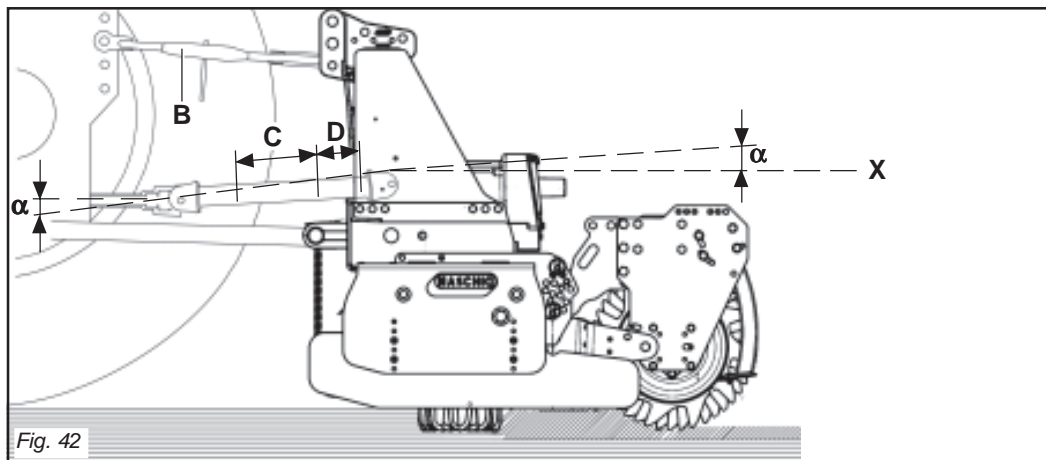
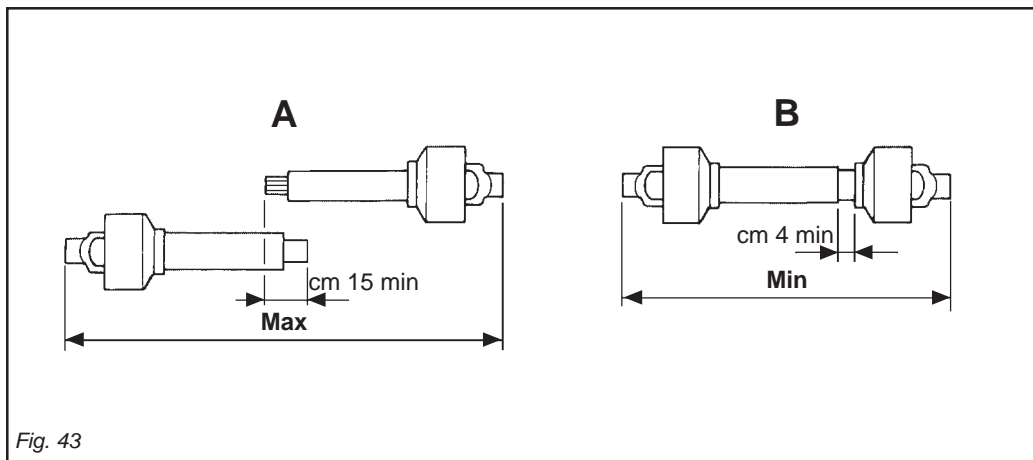

Fig. 42
Fig. 43
Per fare ciò aumentare o diminuire la lunghezza della barra superiore dell'attacco (B Fig. 42) in modo da portare l'asse (X Fig. 42) della ghiera scanalata della scatola parallela al suolo.
- I due angoli (α Fig. 42) formati dalle
- Les deux angles (α Fig. 42) formés par
Um dies zu erhalten, die Länge der oberen Kupplungsstange (B Abb. 42) erhöhen oder verringern, bis die Achse (X Abb. 42) der Keilmutter des Gehäuses parallel zum Boden steht.
- Die beiden Winkel (α Abb. 42), die aus den Achsen der Gabeln und der Ach-
- La copertura (C Fig. 42) dei tubi scorrevoli deve essere di 15 cm minimo (Fig. 43).
- I due tubi dell'albero di trasmissione a cardano non si devono ricoprire completamente, una corsa di sicurezza (D Fig. 42) di 4 cm minimo deve sussistere.
- Gli angoli (α Fig. 42) dei cardani non devono essere superiori a 40° (Fig. 11).
- Die Überdeckung (C Abb. 42) der Gleitrohre muss mindestens 15 cm ausmachen (Abb. 43).
- Die beiden Rohre der Gelenkwelle dürfen sich nicht ganz überdecken. Es muss noch einen Sicherheitshub (D Abb. 42) von mindestens 4 cm geben.
- Die Winkel (α Abb. 42) der Gelenkwellen dürfen nicht größer als 40° sein (Abb. 42).
Quando esso è inserito al massimo, il gioco minimo consentito deve essere di 4 cm. (Fig. 43).
Wenn die beiden Teile zusammengeschoben sind, muß das kleinstmögliche Spiel 4 cm ausmachen (Abb. 43).